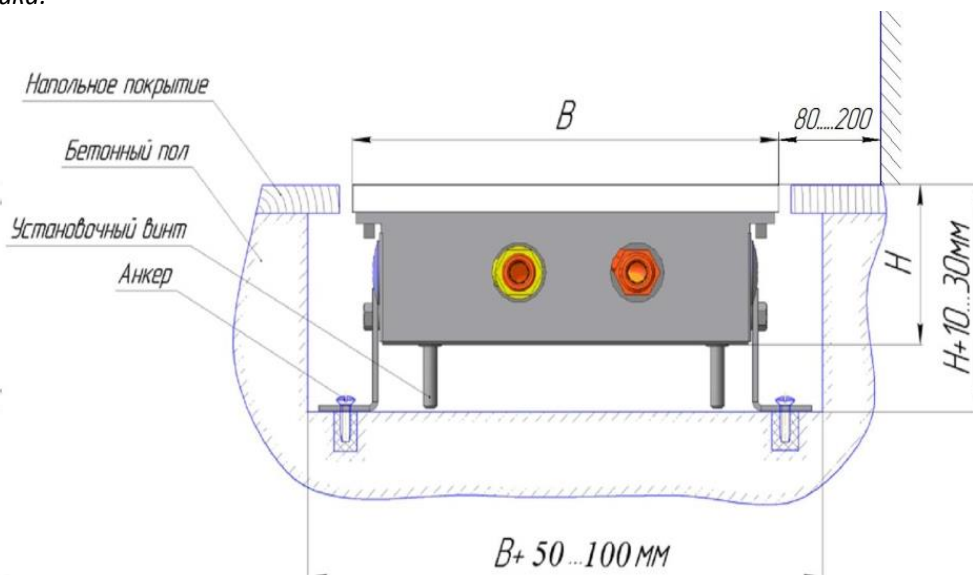

Рисунок 2. Установочные размеры.
7.11. Корпус конвектора должен быть установлен строго горизонтально в выполненной в полу нише, глубина и ширина которой зависит от высоты и ширины корпуса (см. рис. 2.). Высота ниши должна быть равна высоте корпуса конвектора плюс 10...30мм; ширина ниши должна равняться ширине конвектора плюс 50...100мм; рекомендуемое расстояние от стены составляет 80...200мм.